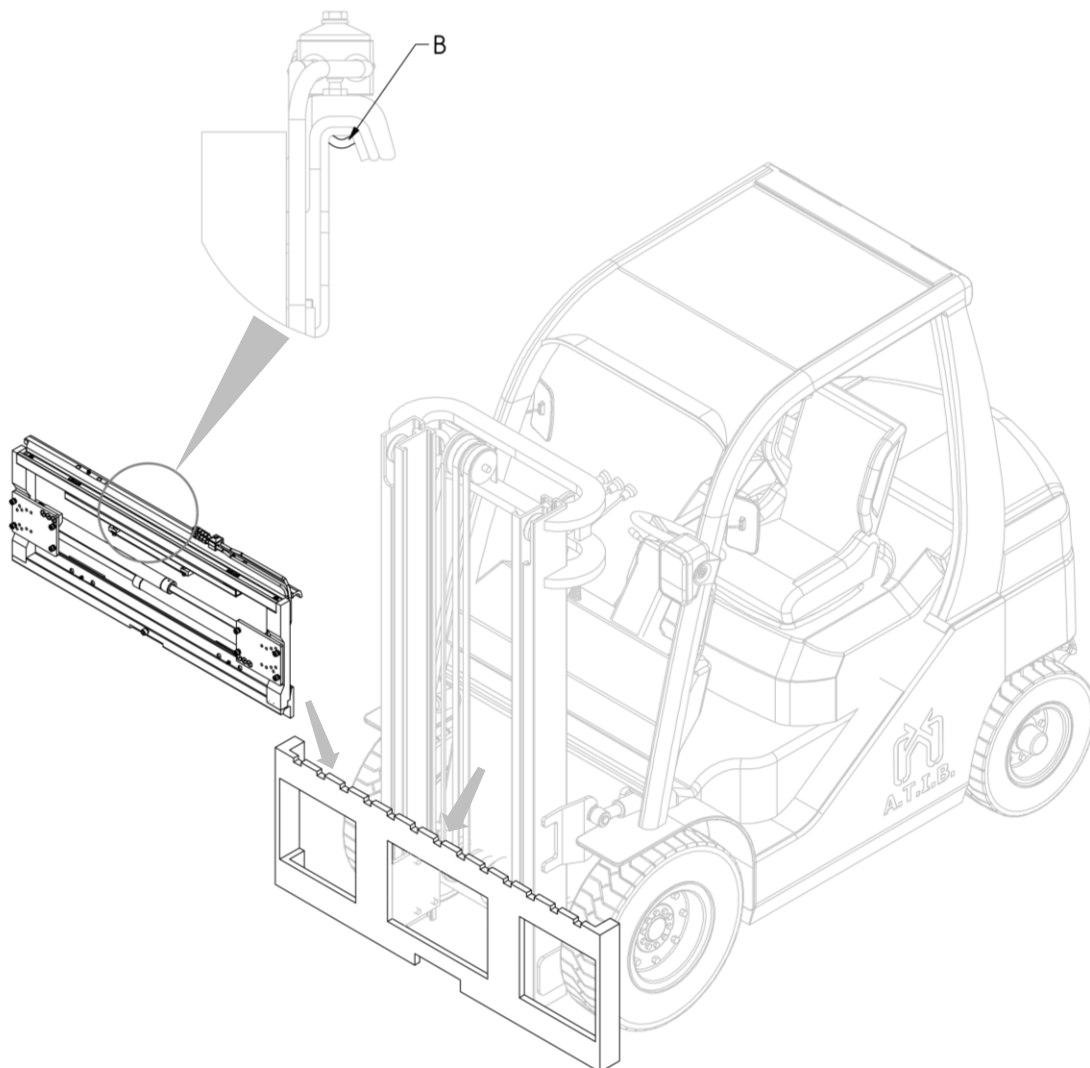

Abbildung 11
6. Dann haken Sie das Anbaugerät ein und positionieren Sie es mittels eines Laufkrans oder eines Hebezeugs mit ausreichender Tragkraft auf dem Gabelträger. Bitte darauf achten, dass das Zentrierteil **B** in die mittlere Kerbe des Gabelträgers einpasst (siehe *Abbildung 11*).